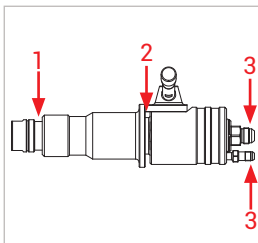

Figure 12
- ▶ Vérifiez les points de mesure suivants (Figure 12) :
- Réceptacle de service WEH® (1)
- Douille de guidage et raccord tournant (2)
- Raccord (3)